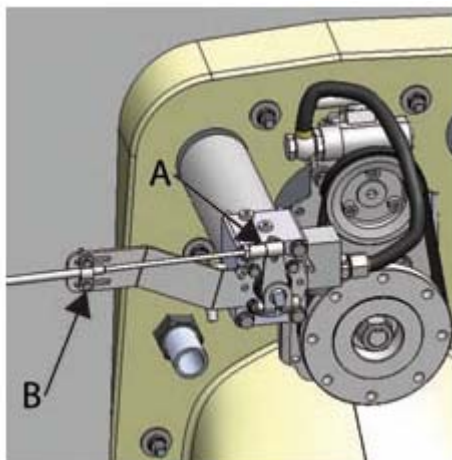

Figura 59. Smontaggio del cavo
- 1.1. Staccare il giunto del cavo dalla leva di controllo (figura 59, punto A).
- 1.2. Staccare il supporto del cavo (figura 59, punto B).